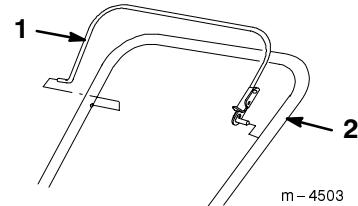
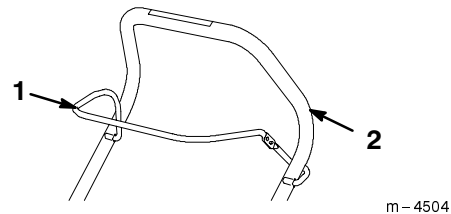

Bild 4
Bild 5
2. Montieren Sie die Schaltleiste am oberen Griff, siehe Bild 4 (Modelle 38428 und 38429) oder Bild 5 (Modelle 38441 und 38442).